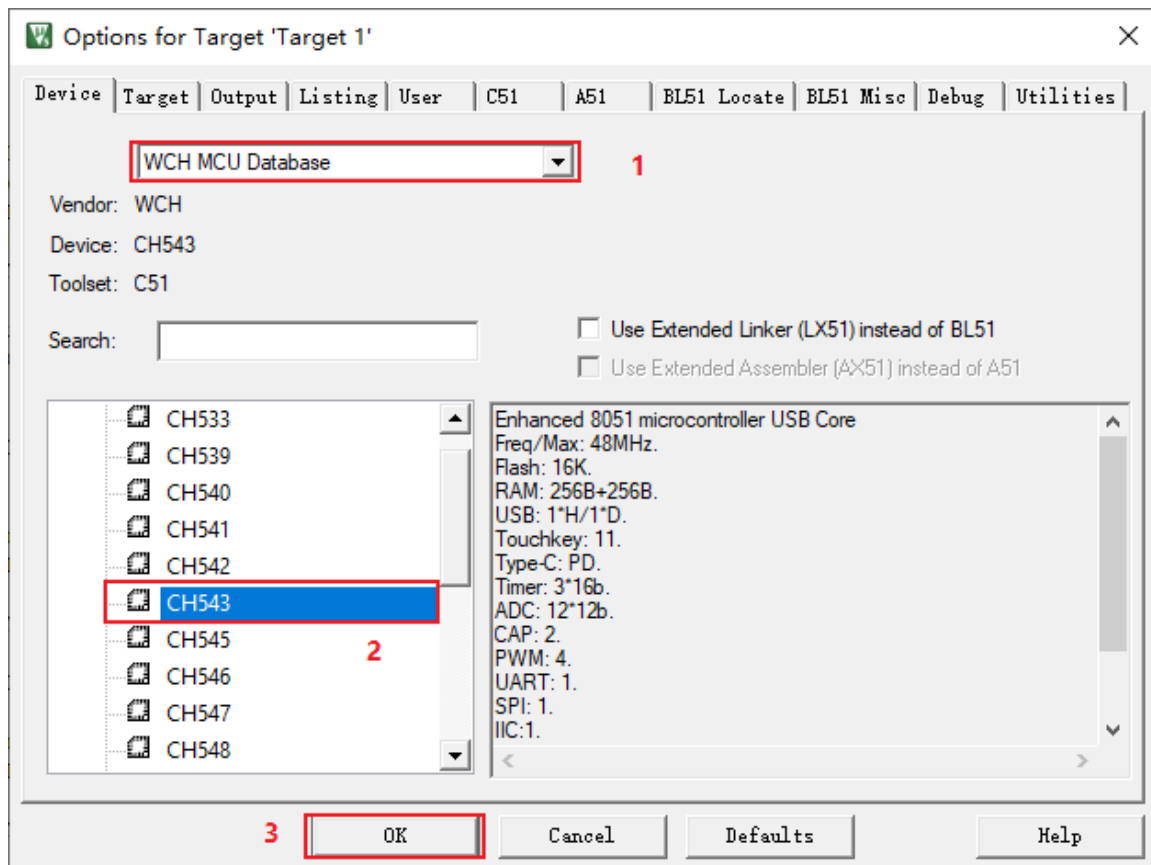
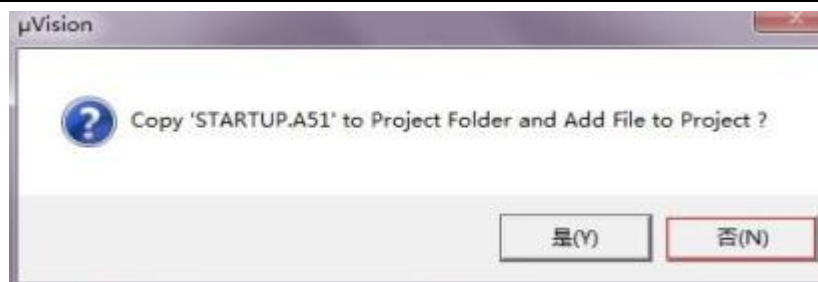

图 3.2.2
图 3.2.3
(2)、打开 Keil C51 工具，创建工程项目。按图 3.2.2 所示 1~3 选择 CH543 芯片。确定后，弹出图 3.2.3 所示窗口，点击“否”即可。